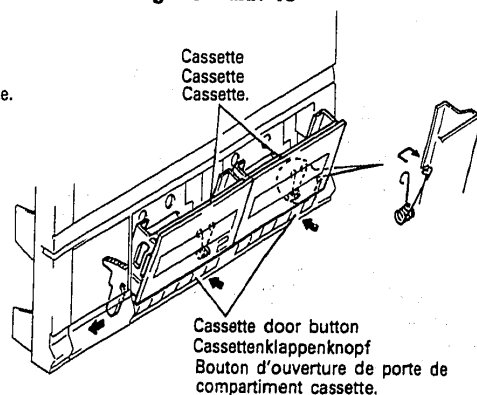

Fig. 16 Abb. 16
18. **Cassettenklappe (Abb. 16)**
**18. Porte de compartiment cassette (Fig. 16)**